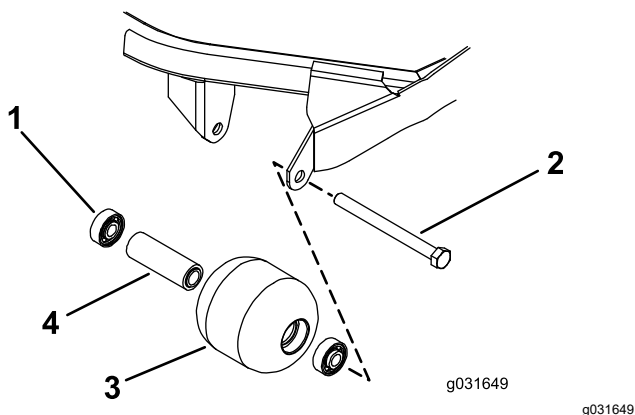

Рисунок 72
- Снимите болт крепления валика (Рисунок 72).
- Осмотрите корпус, подшипники и распорную втулку подшипника валика на наличие повреждений (Рисунок 72).
- Нажимая только на наружное кольцо или с одинаковым усилием на внутреннее и наружное кольцо, запрессуйте первый подшипник в корпус валика (Рисунок 72).
- Вставьте втулку подшипника (Рисунок 72).
- Нажимая только на наружное кольцо или с одинаковым усилием на внутреннее и наружное кольцо, запрессуйте второй подшипник в корпус валика до его контакта с распорной втулкой (Рисунок 72).